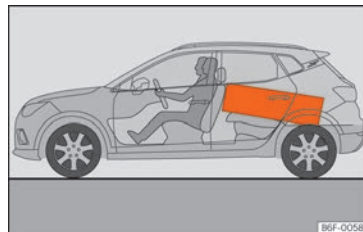

Abb. 161 Legen Sie schwere Gegenstände möglichst weit nach vorn.
- Verstauen Sie schwere Gepäckstücke so weit wie möglich vorne im Gepäckraum »» Abb. 161.